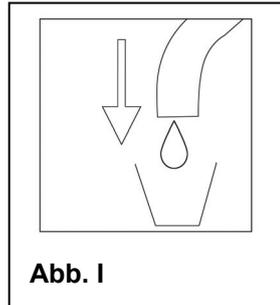
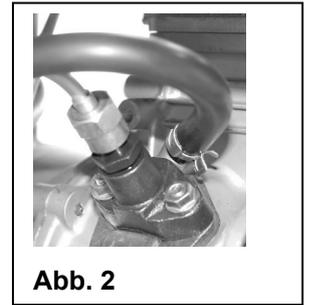

Abb. 1
Abb. 2
1. Kraftstoffschlauch von Pumpe demontieren (Abb.2). Leitung nach unten halten bis Kraftstoff austritt (**Auffanggefäß benutzen**) (Abb.1).